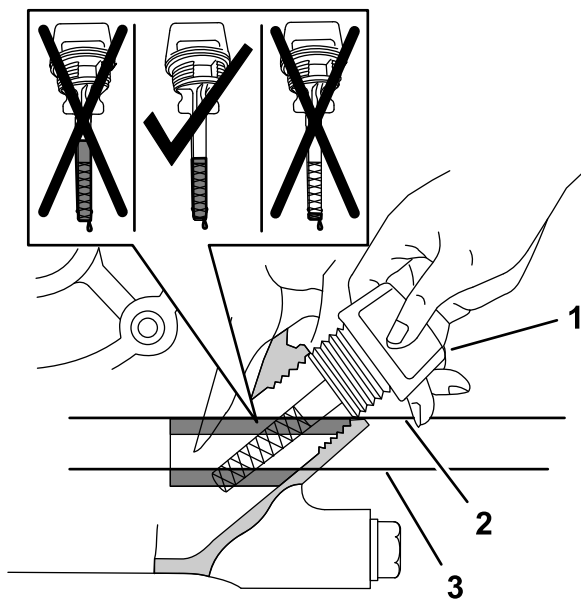

Figura 79
3. Introduzca la varilla de aceite en el motor, como se muestra en la Figura 79.
4. Retire la varilla del cuello de llenado y observe el nivel de aceite en la varilla (Figura 79).
Nota: El nivel del aceite del motor debe cubrir la zona sombreada de la varilla (Figura 79).